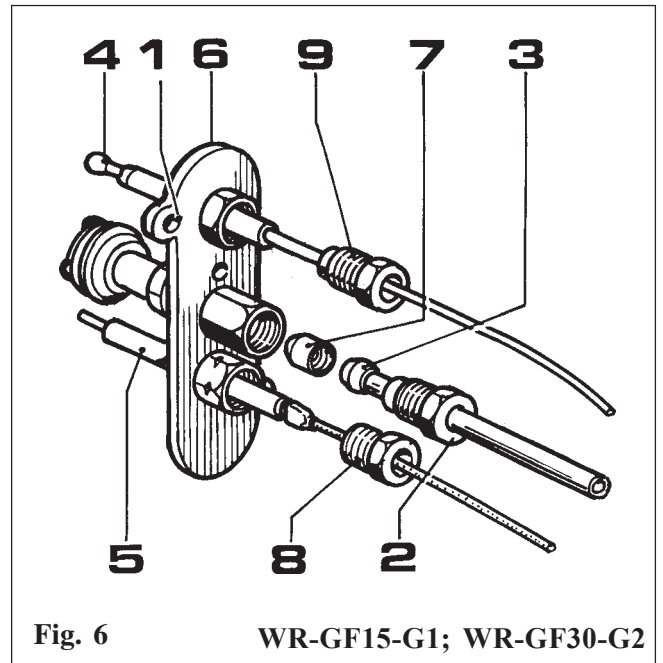

Fig. 6
- Desenroscar los dos tornillos (Fig. 6 pos. 1) con un destornillador de estrella.
- Desmontar la bujía (Fig. 6 pos. 5) y el termopar (Fig. 6 pos.4)
- Sustituir el cuerpo del quemador piloto (Fig. 6 pos.6).